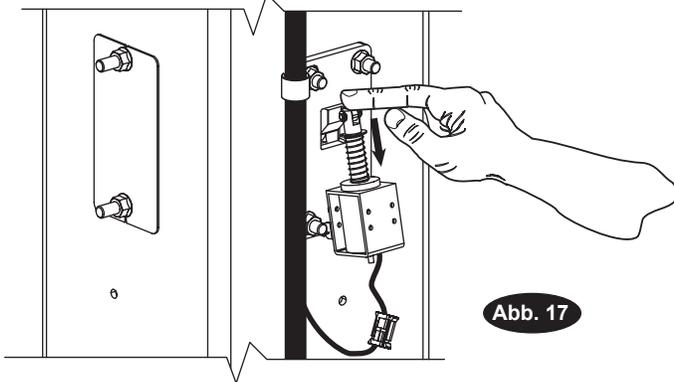

Abb. 17
A) Jede Schlitten-Baugruppe leicht anheben, Sperrklinke herunterdrücken und Schlitten in tiefste Position drücken (Abb.17).